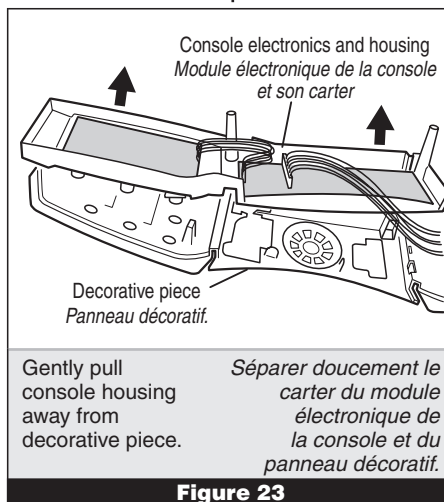

Figure 23
5. Gently pull the console electronics housing away from the decorative piece. See figure 23.
5. Séparer doucement le carter du module électronique de la console et du panneau décoratif. Voir figure 23.